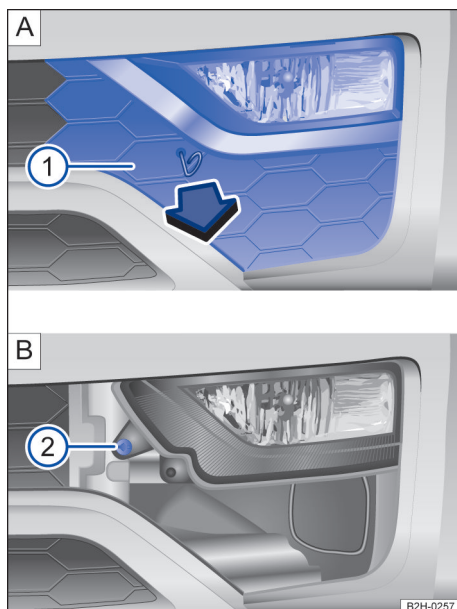

Fig. 149 No para-choque dianteiro à direita: desinstalar o farol.
→ Fig. 149 e → Fig. 150
- 2 Retirar o gancho extrator das ferramentas de bordo e encaixar na abertura da cobertura → Fig. 149 . Remover a cobertura  para frente no sentido da seta e, se for o caso, deixá-la suspensa cuidadosamente no cabo do sensor de estacionamento.
- 3 Remover o parafuso de fixação → Fig. 149  com a chave de fenda das ferramentas de bordo → Página 202.
- 11 Apertar o parafuso de fixação → Fig. 149  com a chave de fenda.
- 12 Encaixar a cobertura no para-choque → Fig. 149  .